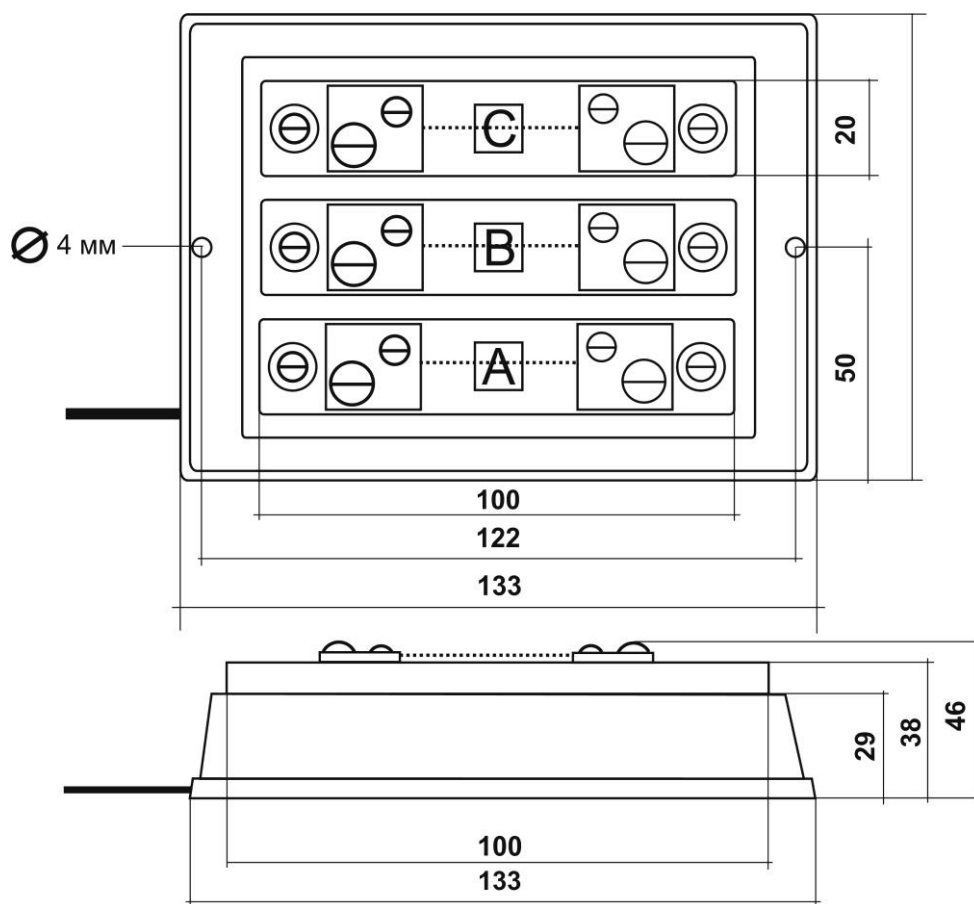

Рис. 2 Габаритные размеры блока датчиков тока.
6.5 Произведите подключение прибора в соответствии со схемой, приведенной на рис.2. При монтаже внешних проводов рекомендуется облуживать их или устанавливать наконечники для обеспечения надежного контакта.